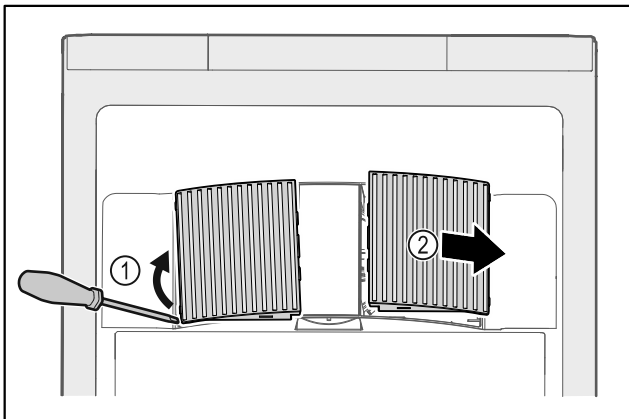

Fig. 105
- ▶ Óvatosan fessegesse le a ventilátor burkolatait oldalról Fig. 105 (1), és emelje le őket előre felé Fig. 105 (2).